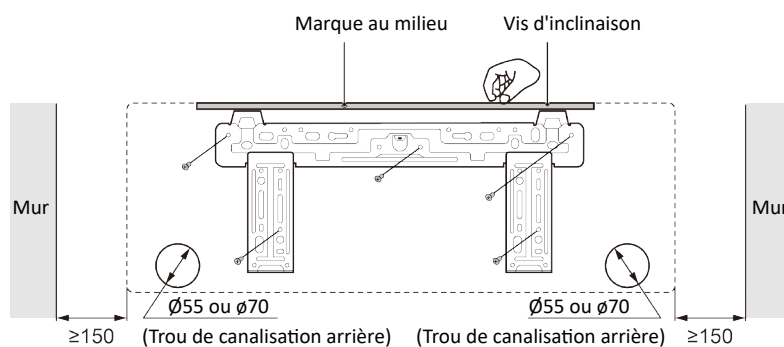

Fig. 4.2
- 4 Le diamètre indiqué sur la Fig. 4.2 est de 55 mm ou 70 mm.
- ① Faites le trou de tuyauterie ( $\Phi$  55 mm ou 70 mm) dans le mur avec une légère inclinaison vers le bas du côté extérieur. Le centre du trou doit être déterminé en se référant à la Fig. 4.2.
- ② Insérez le manchon dans le trou à cette fin pour éviter que la tuyauterie et le câblage ne soient endommagés lors du passage par le trou.